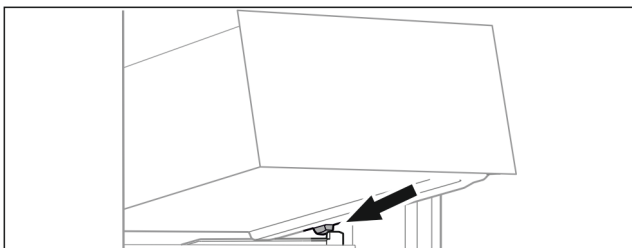

Fig. 85
- ▶ Наклоняя вниз, установите выдвижной ящик за стопоры на контейнерное ребро. (см. Fig. 85)